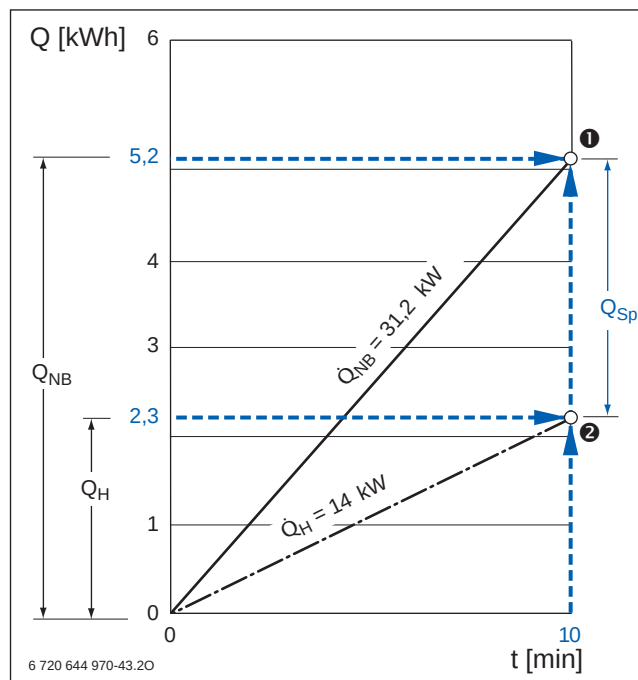

Bild 51 Badewannenfüllung per Dauerleistung und Speicherkapazität
Bild 51 ist bereits eine Anwendung des Wärmeschaubildes. Ausgehend von der Wärmekapazität Q_{NB} der Wannenfüllung und den 10 Minuten Fülldauer ergibt sich ein Bedarfspunkt ❶ für die Badewanne. Die Steigung der Bedarfslinie zwischen Null und Punkt ❶ entspricht nach der umgestellten Grundformel 63 (→ Seite 156) der benötigten Aufheizleistung:
Mit der Leistung des Heizkessels $\dot{Q}_H = 14 \text{ kW}$ und einer Wannen-Füllzeit von 10 Minuten wurde die Wärmekapazität $Q_H = 2,3 \text{ kWh}$ als Dauerleistung übertragen (→ Bild 51, Seite 76). Dem entspricht nach der umgestellten Grundformel 65 (→ Seite 156) bei 40°C die Warmwassermenge: